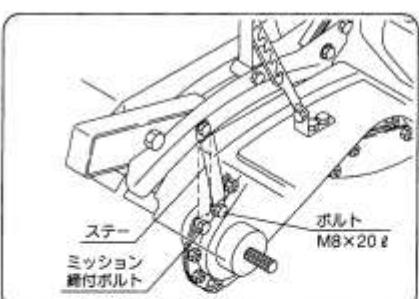

図54
- ステーを1段上にセットしてください。(M8×20ℓボルト)(図54)
- ミッション締付ボルトを取付けてください。(図54)